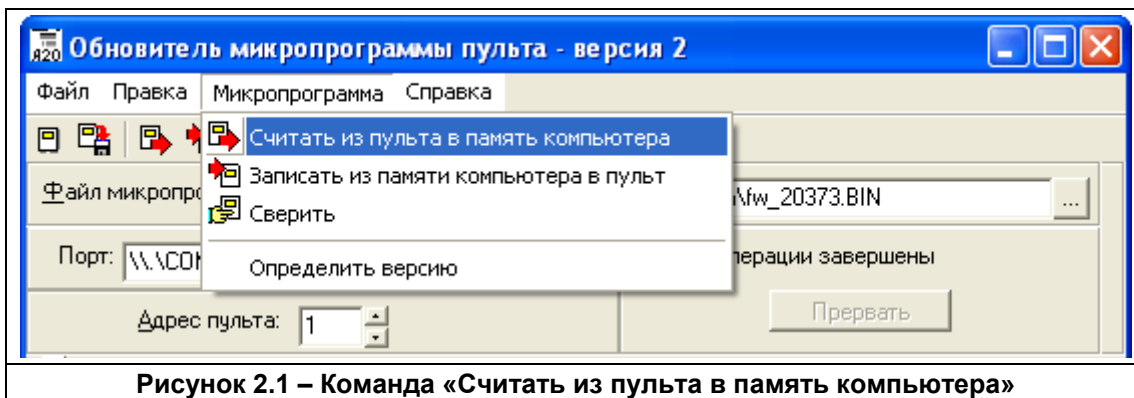

Рисунок 2.1 – Команда «Считать из пульта в память компьютера»
- 2.1 Для создания резервной копии текущей версии микропрограммы прибора «А-20» щелчком мыши введите команду из меню программы (см. рисунок 2.1):